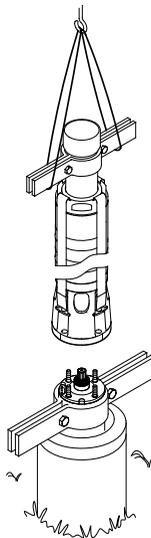

Fig. 16 Izado y posicionamiento de la bomba
3. Ice la parte de la bomba por medio de abrazaderas para tubería fijadas a la tubería vertical. Consulte la fig. 16.